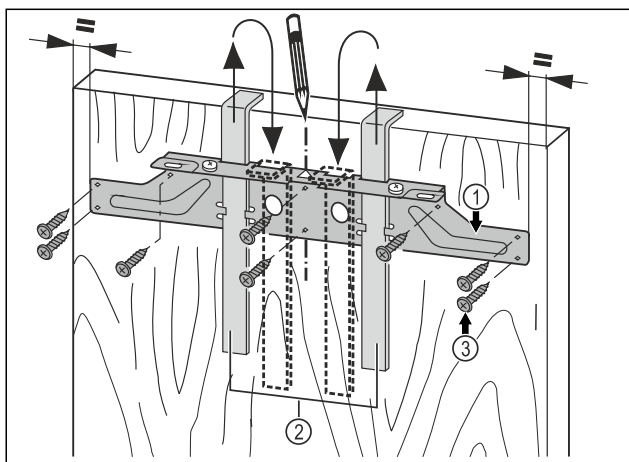

Fig. 17
- ▶ Zaczepić poziomą listwę mocującą Fig. 17 (1) z pomocami montażowymi Fig. 17 (2) po wewnętrznej stronie drzwi mebla.
- ▶ Poziomą listwę mocującą Fig. 17 (1) wyrównać do środka na drzwiach.
- ▶ Przykręcić poziomą listwę mocującą Fig. 17 (1) co najmniej 6 śrubami Fig. 17 (3).
- ▶ Przykręcić poziomą listwę mocującą Fig. 17 (1) 4 śrubami Fig. 17 (3) na brzegu.
- ▶ Wyciągnąć pomoce montażowe Fig. 17 (2) do góry i wsunąć po obróceniu w znajdujące się obok otwory.